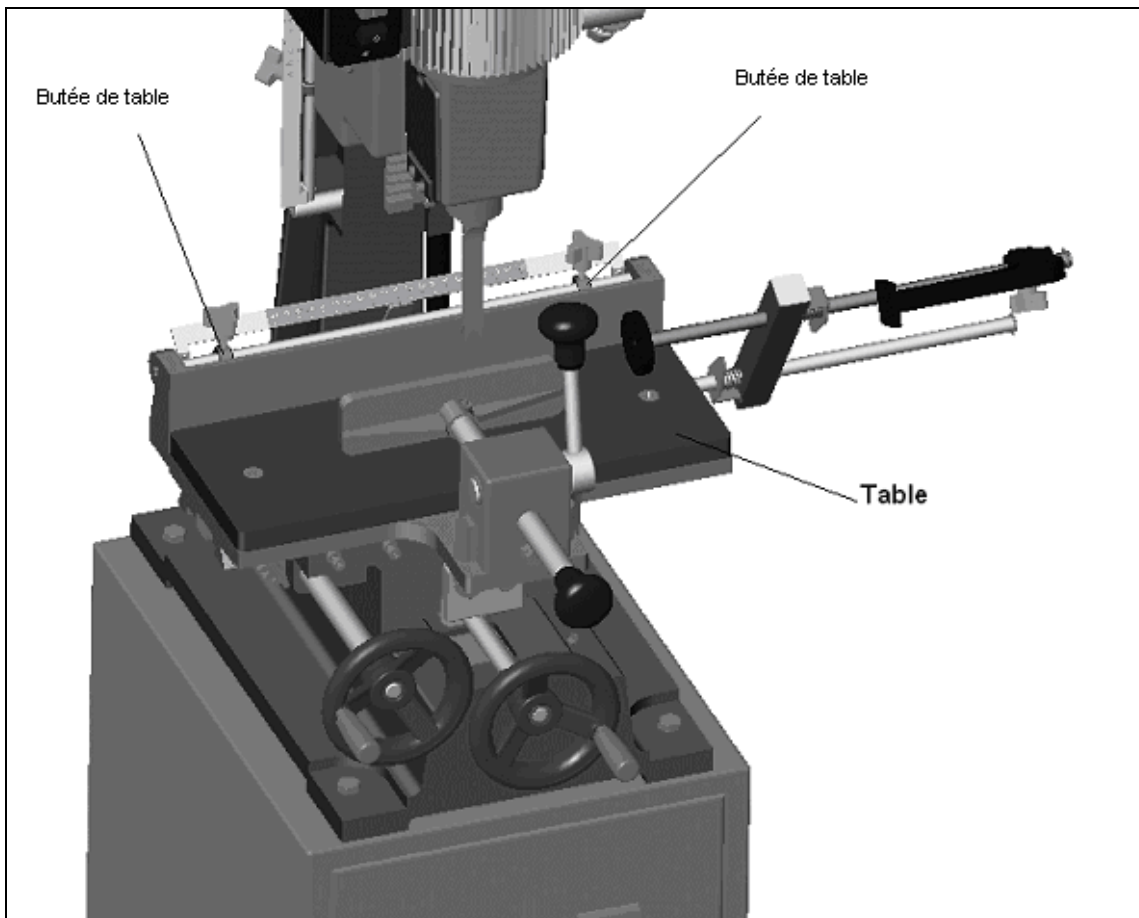

FIGURE 5
3. Réglez les butées de la table, comme indiqué à la Figure 5, selon la longueur de coupe requise, puis serrez les vis à serrage à main.